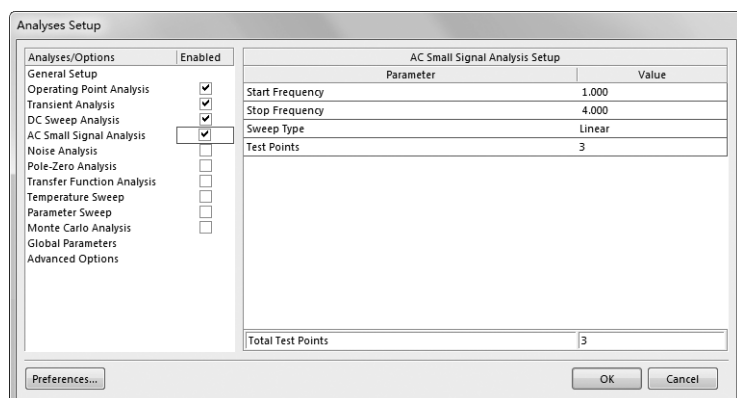

图 12-33 设置“AC Small Signal Analysis”选项参数
- (4) 勾选“Analyses Setup” (分析/选项) 列表框中的“AC Small Signal Analysis” (交流扫描分析) 复选框，设置“AC Small Signal Analysis” (交流扫描分析) 选项参数如图 12-33 所示。